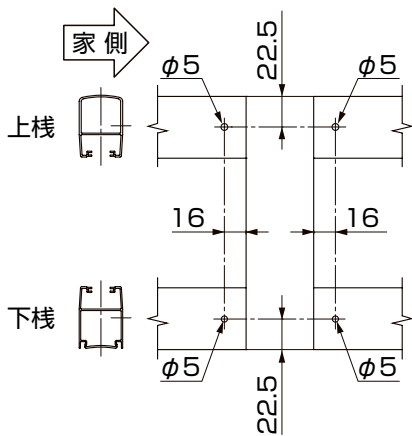
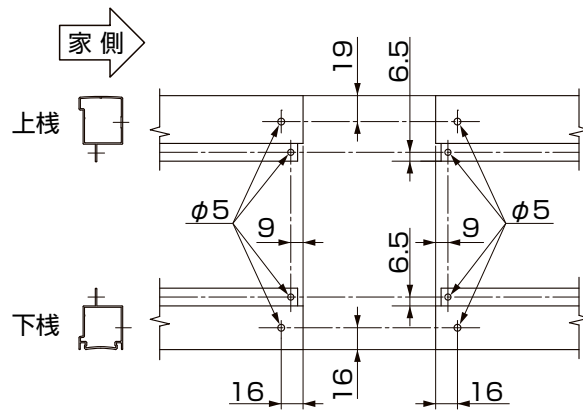
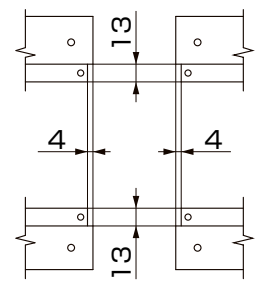

図2-1 ライス1型・7型
図2-2 プレスタ1型
図2-3
①上図を参照して、上・下棧に $\phi 5$ の孔加工(図2-1、図2-2)と、プレスタ1型は4×13切り欠き(図2-3)を行なってください。